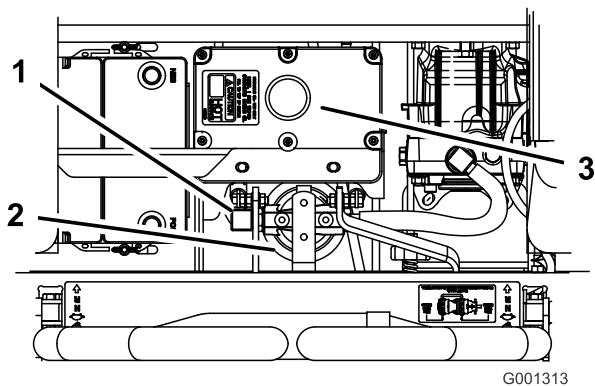

Figure 77
4. Débranchez la conduite hydraulique droite qui est raccordée à l'adaptateur (Figure 77).
6. Rebranchez la conduite hydraulique droite à l'adaptateur (Figure 77).